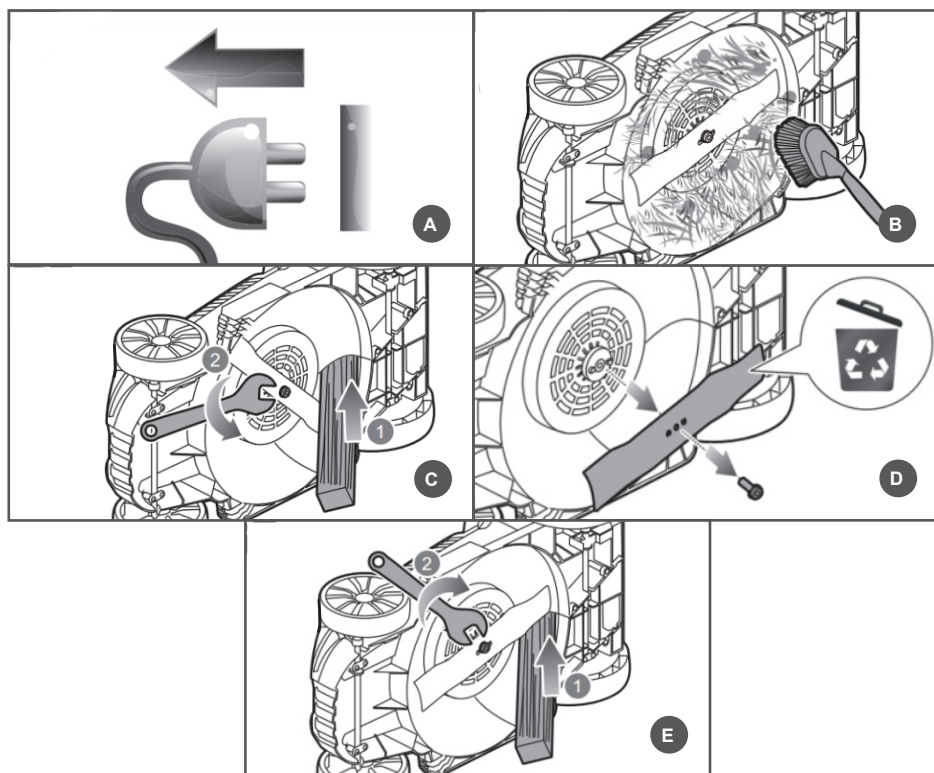

Рис. 15 Снятие-установка ножа
2. Возьмите одной рукой нож и крепко держите, или установите деревянный брусок 1 и зафиксируйте нож от проворачивания (Рис. 15).
3. Установите гаечный ключ 2 (в комплектность не входит) и открутите против часовой стрелки винт крепления ножа (Рис. 15).
5. Установите новый нож на адаптер 2 (Рис. 15) так, чтобы:
6. Возьмите одной рукой нож и крепко держите, или установите деревянный брусок 1 и зафиксируйте нож от проворачивания (Рис. 15).